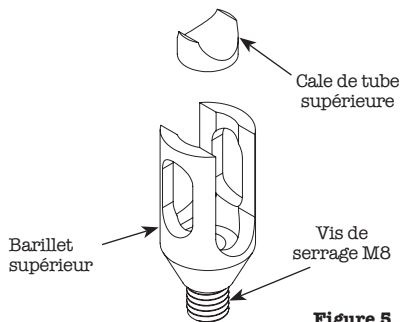

Figure 5
- Graissez les filetages des vis de serrage M8 et vissez-les d'environ 5-6 mm dans les barillets supérieurs à l'aide d'une clé hexagonale de 4 mm. (Figure 5)
- Faites coulisser les cales de tubes supérieures dans les barillets supérieurs, le côté plat étant orienté vers le bas en direction de la vis de serrage M8. (Figure 5)